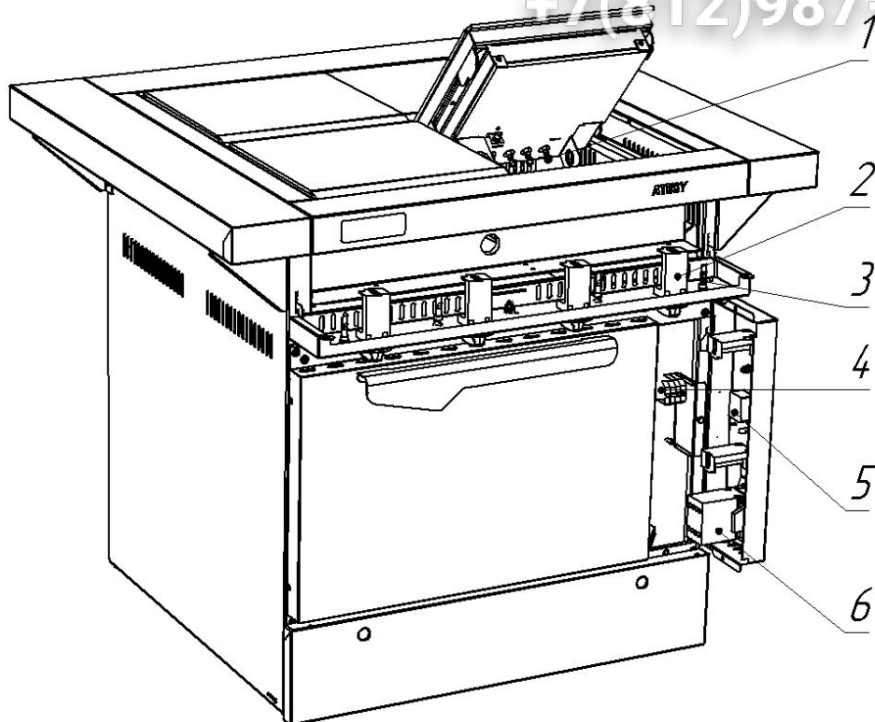
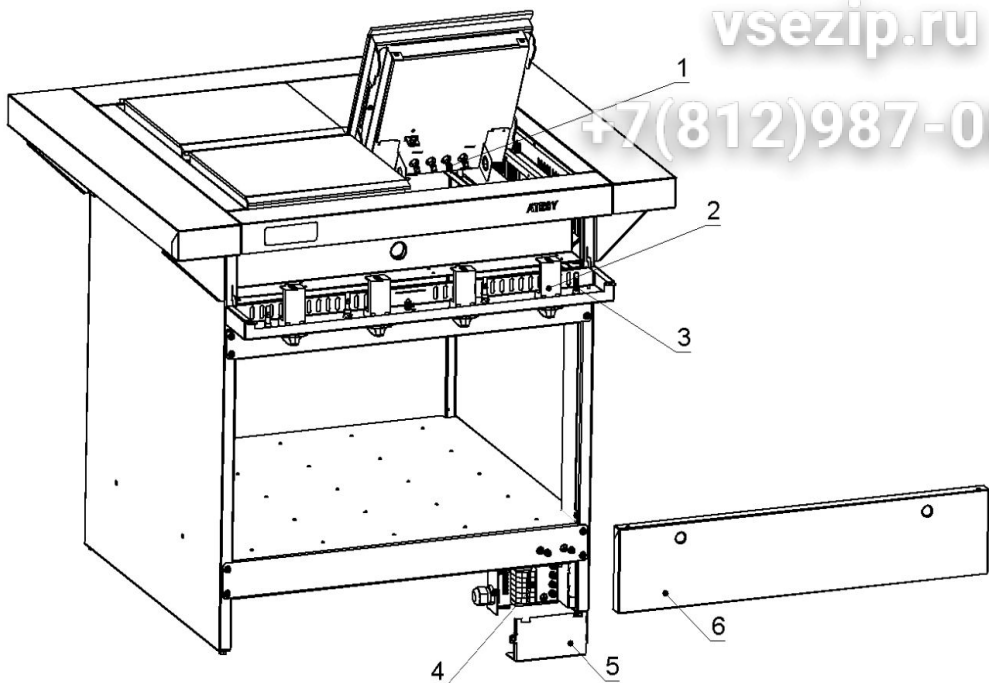

Рис.8
Рис.9
5.2. Клеммная колодка подключения плит серии ЭПШЧ к электросети находится за панелью управления жарочным шкафом (рис.8), а плит серии ЭПЧ — под декоративной панелью (рис.9). Схемы подключения электроплит приведены в приложениях 1-10.
5.4 Схема доступа к внутренним элементам плит серии ЭПШЧ (рис.8)
5.5 Схема доступа к внутренним элементам шит серии ЭПМ (рис.9)